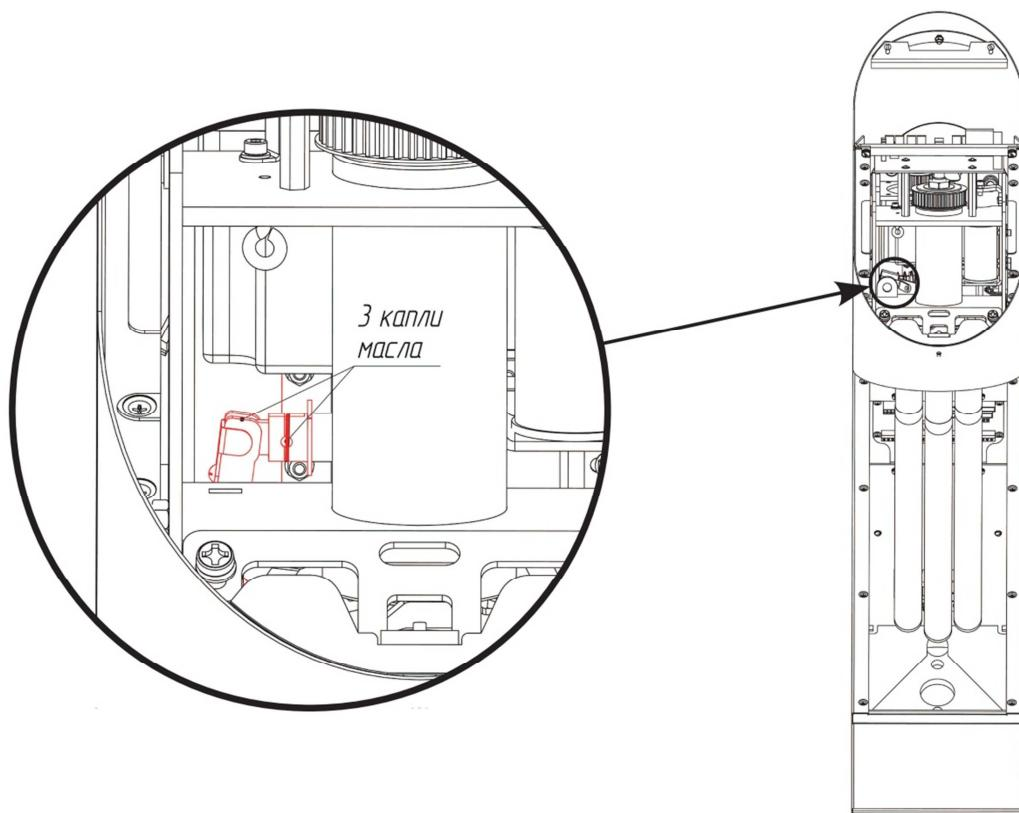

Рис. 14
- 5.3. Серьга между блоком стопора и соленоидом (рис. 14).